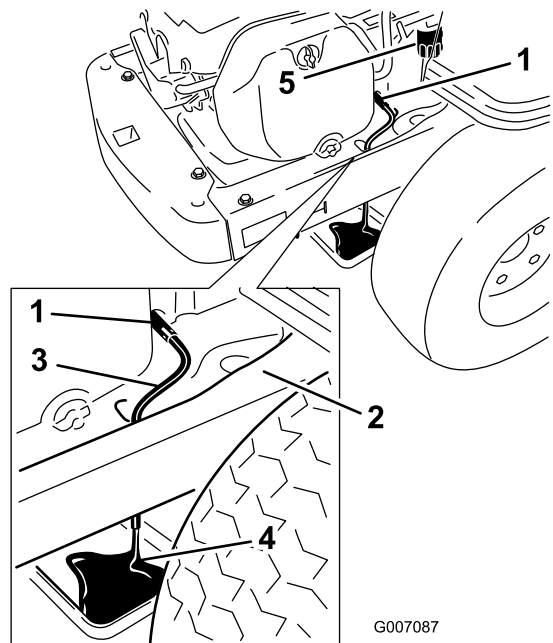

Figura 38
7. Coloque un recipiente debajo de la máquina, directamente debajo de la manguera de vaciado (Figura 38).
8. Gire la válvula de vaciado 1/4 de vuelta en sentido antihorario para abrirla y dejar que el aceite se drene (Figura 38).
11. Retire el filtro usado y limpie con un paño la superficie de montaje (Figura 38).
13. Retire la manguera de vaciado de aceite y limpie cualquier exceso de aceite que hubiera en el bastidor (Figura 38).